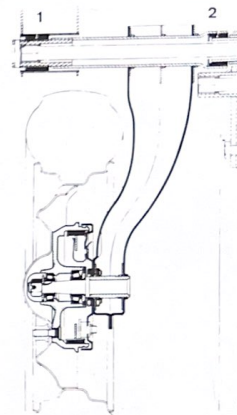

Fig. 6.15. Brazo trasero de suspensión.
El flexibloc (2) (fig. 6.15) se vende ya montado en el cojinete interior del brazo. El exterior (1) se debe introducir a presión, hasta que su borde exterior quede a ras del borde del cojinete.